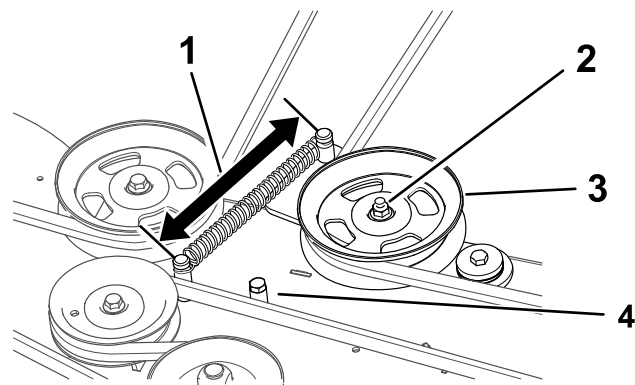

Figura 54
Se la lunghezza della molla è inferiore a 15,2 cm oppure se il braccio della puleggia tendicinghia entra in contatto con il fermo del tendicinghia riprodotto nella Figura 54, regolate il braccio della puleggia tendicinghia.
4. Allentate il dado sulla puleggia tendicinghia (Figura 54).
- Serrate il dado (Figura 54).